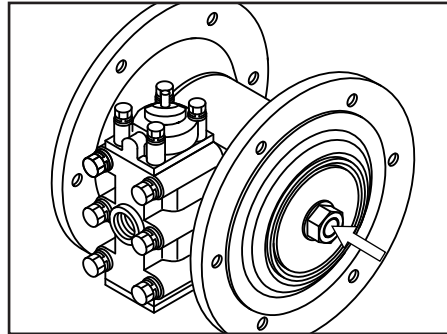

Figura 18
- Extraiga las tuercas en ambos lados de la varilla central (consulte la Figura 18).